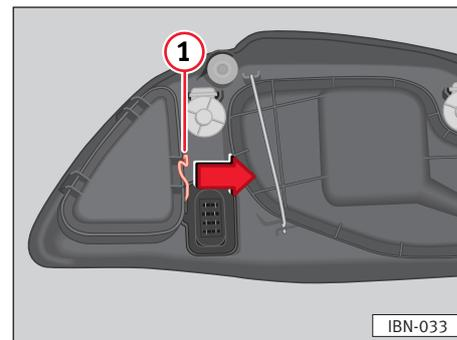

Fig. 155
- Desplazar el tirante ⇒ fig. 155 ① en el sentido de la flecha y retirar la tapa.